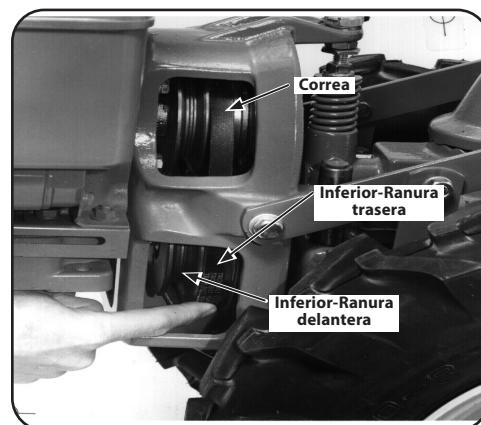

Figura 4-11
6. Pase al lado derecho de la cultivadora y termine de asentar la correa. Consulte la Figura 4-11.